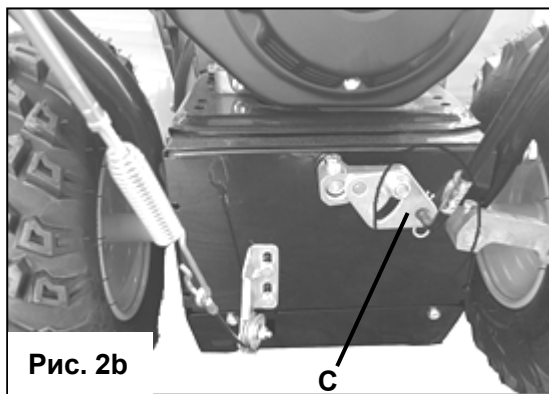

Рис. 2b
- 2) вставьте угловую сторону рычага управления в отверстие на рычаге (С), чтобы соединить его с коробкой передач, и закрепите его на месте с помощью штифта (В) (Рис.2b).